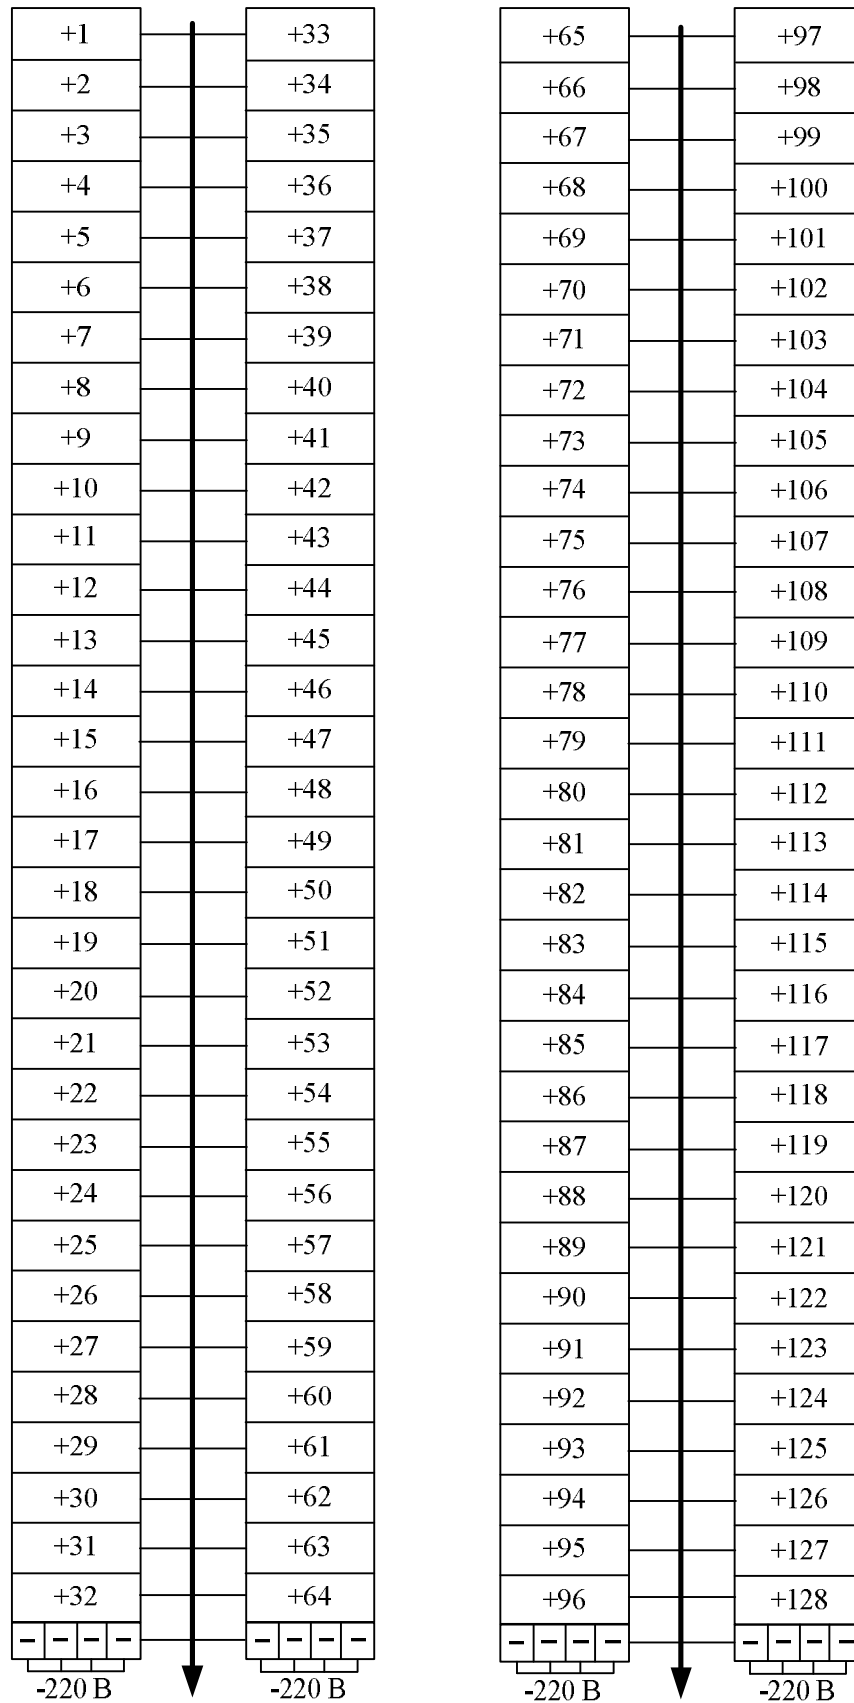

Рис. 17. Схема під'єднання бінарних входів Пристрою до зовнішніх кіл
8.4. Під'єднати бінарні входи (для варіанту реєстратора) згідно рис. 17. Бінарні входи виконані у вигляді окремих модулів по 64 входи. Можливий варіант з 64 або 128 бінарними входами. Живлення бінарних входів здійснюють від джерела постійного струму напругою 220 В.